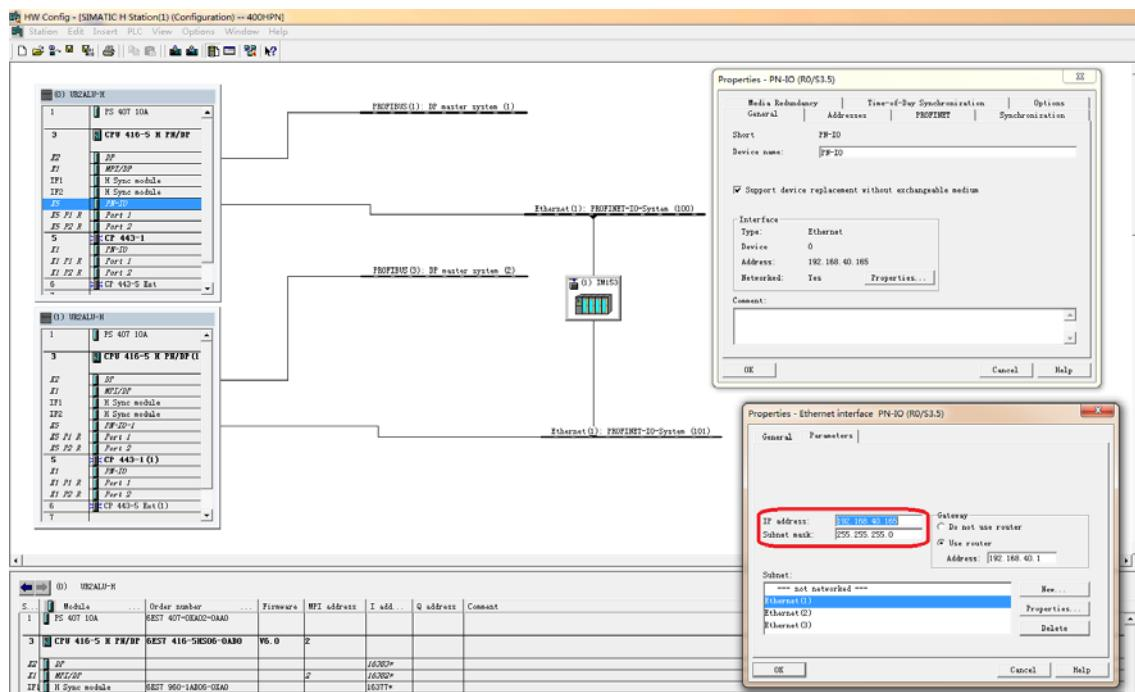

图 2
(A) 打开 STEP7, 参照实际配置, 创建 SIMATIC H Station, 如图 2 所示。